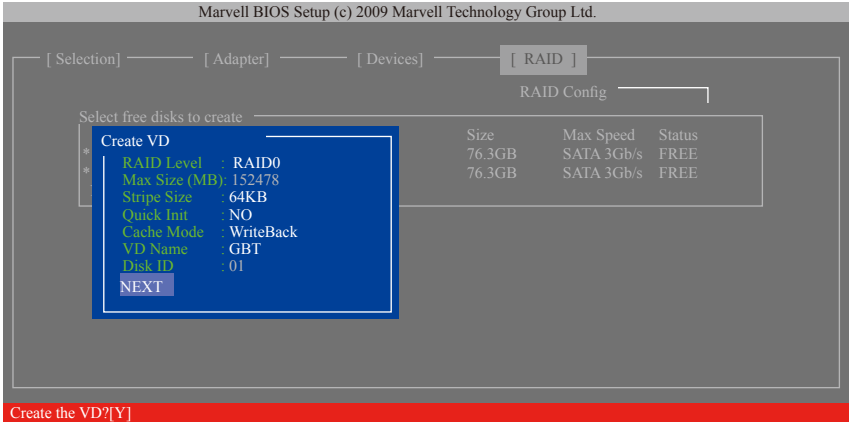

图7
- 6. NEXT: 完成以上设定请至「NEXT」项目按<Enter>键。当确认信息出现时, 确定制作磁盘阵列请按<Y>, 取消请按<N> (图7)。